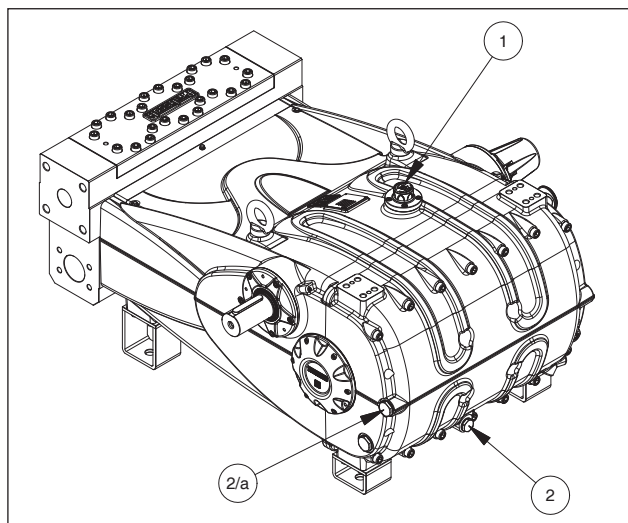

Fig. 1
Pour vidanger l'huile, retirer la jauge de niveau d'huile rep. ①, Fig. 1 puis le bouchon de vidange rep. ②, Fig. 1 situé à l'arrière du carter d'huile. Utiliser le bouchon rep. (2/a) sur la version verticale.